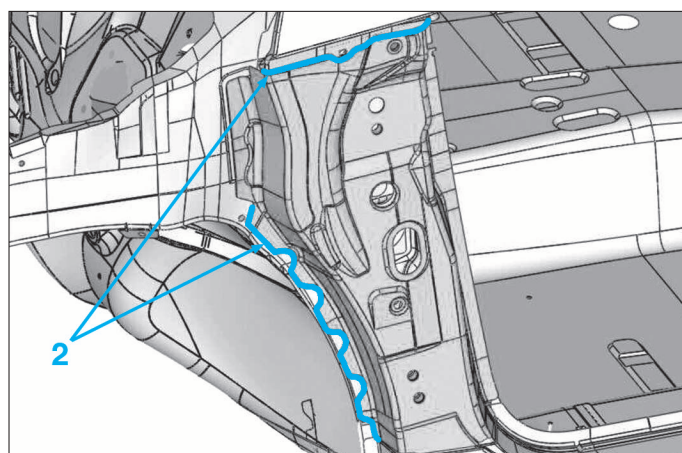

FIG. 49
- Appliquer le mastic suivant les lignes (2) (Fig.49).